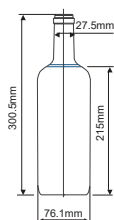
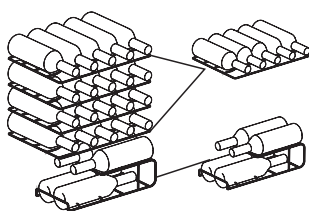
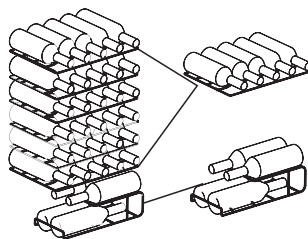

Fig.1
Fig.2
Fig.3
- La capacité de stockage des bouteilles dans la cave à vin (MDRW111FGG illustré sur la Fig. 2, MDRW150FGG illustré sur la Fig. 3) est basée sur des bouteilles de dimensions suivantes (Fig.1). Une bouteille surdimensionnée peut avoir un impact sur le nombre de bouteilles stockées dans le compartiment à vin.
- Pour le modèle MDRW111FGG : Le nombre maximum recommandé de bouteilles est 24, comme illustré sur la Fig. 2
- Pour le modèle MDRW150FGG : Le nombre maximum recommandé de bouteilles est 34, comme illustré sur la Fig. 3